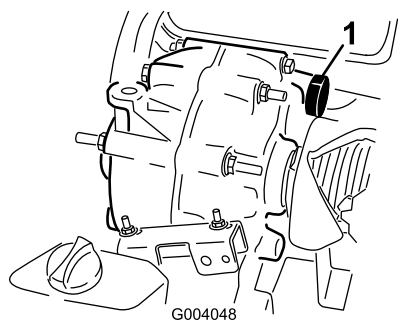

Figura 51
7. Encha o reservatório (Figura 51) através do orifício do tampão de enchimento com aproximadamente 1,4 litros do óleo especificado ou até o nível de óleo